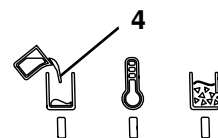

图 12
- ◆ "加热 / 准备操作"指示灯 (图 12, 5) 熄灭。